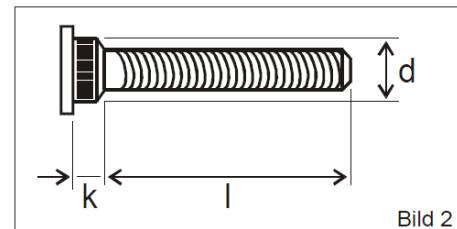
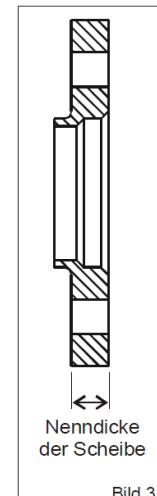

Bild 2
Bild 3
2. Prüfen Sie, ob die Mittenzentrierung und das Lochbild des Distanzringes Ihrem Fahrzeug und dem Rad entsprechen. Legen Sie hierfür den Distanzring auf den Radträger auf und überprüfen Sie, ob dieser spielfrei anliegt und ob die Stehbolzen einwandfrei durch die Löcher in dem Distanzring passen. Vorhandene Sicherungsschrauben und Halteklemmen für Bremsscheiben /-trommeln sind zu entfernen, wenn dies lt. Teilegutachten gefordert wird. Führen Sie anschließend die gleiche Prüfung zwischen Rad und Distanzring durch und prüfen Sie, ob sich die Löcher decken. Sollten Sie Abweichungen feststellen, vergleichen Sie nochmals die im Gutachten genannten Teile-Nummern mit der Teile-Kennzeichnung. Falls notwendig setzen Sie sich mit Ihrer Werkstatt oder unserer Servicehotline unter der Rufnummer +49 (0) 2721 / 511-342 oder E-Mail sales@eibach.de in Verbindung. Halten Sie hierzu den Kfz-Schein, das Rädergutachten (bei Sonderrädern), das **Pro-Spacer** Teilegutachten und die Teile-Kennzeichnung bereit.
3. Das **Pro-Spacer System 6** wird komplett mit allen benötigten Anbauteilen geliefert. Es ist jedoch unbedingt notwendig einige Größen dieser Anbauteile zu verifizieren. Achten Sie insbesondere darauf, dass die Rändellänge (k) und der Rändeldurchmesser (d) (Bild 2) der Eibach-Spezial- Rändelbolzen den Originalrändelbolzen entspricht. Neben der Form ist die Gewindegroße mit ihrem spezifischen Gewindedurchmesser und der Gewindesteigung zu verifizieren. Achten Sie weiterhin darauf, dass die Schaftlänge der Eibach-Spezial-Rändelbolzen um die Nenndicke des Distanzringes größer ist als die der Originalrändelbolzen (Bild 3).